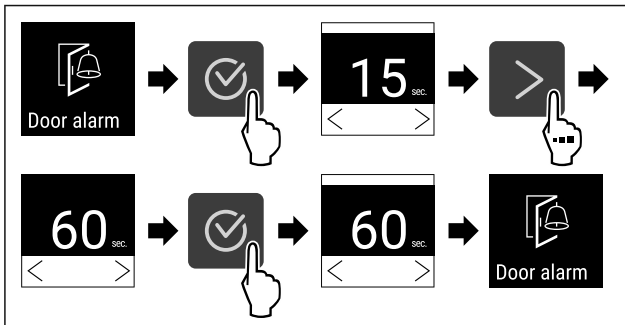

Fig. 120
- ▶ Végezze el a gyakorlati lépéseket (lásd Fig. 120).